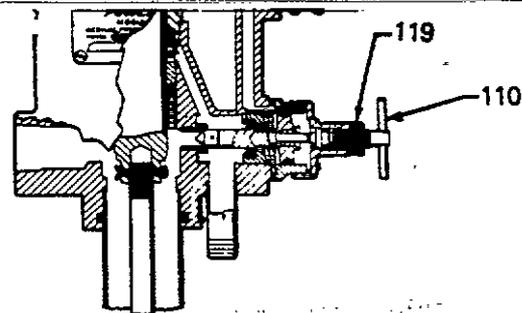

Fig 2
Pour réaliser la circulation produit, ouvrir le Relax-A-Valve en desserrant l'écrou de blocage (119) et en tournant la poignée en T (110) aussi loin que possible en sens *anti-horaire*. Démarrer la pompe et faire circuler le produit dans le circuit. Arrêter la pompe et fermer le Relax-A-Valve ou le passer en position automatique. Voir Fig. 2.